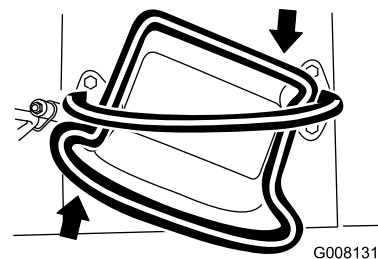

Figure 9
- Pour tourner à la droite, tournez la commande de déplacement dans le sens horaire (Figure 9).